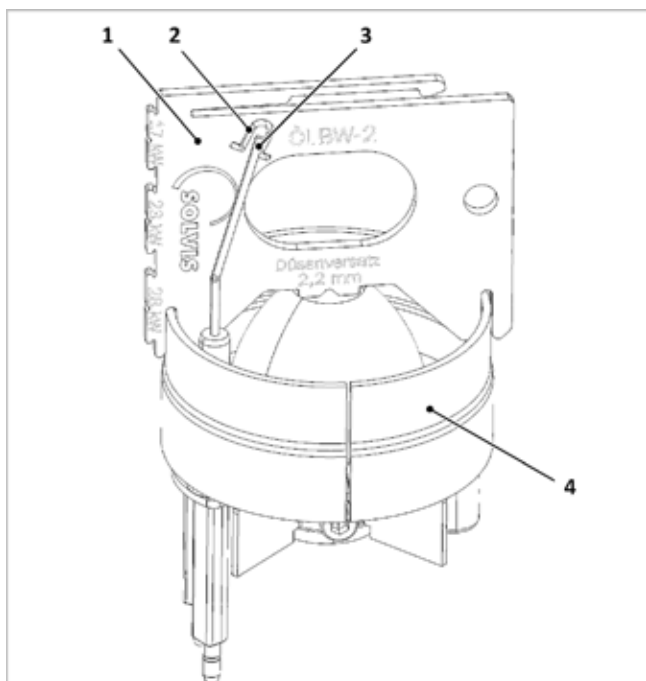

Fig. 123: Controllo degli elettrodi di accensione
1. Posizione degli elettrodi (3) come nella → fig. 123 controllare ed eventualmente correggere piegando con cautela.
2. Controllo della lunghezza minima. L'estremità inferiore della finestra di controllo (2) del calibro di regolazione fornisce la lunghezza minima degli elettrodi di accensione. Se la lunghezza degli elettrodi è solo leggermente questi dovranno essere sostituiti.